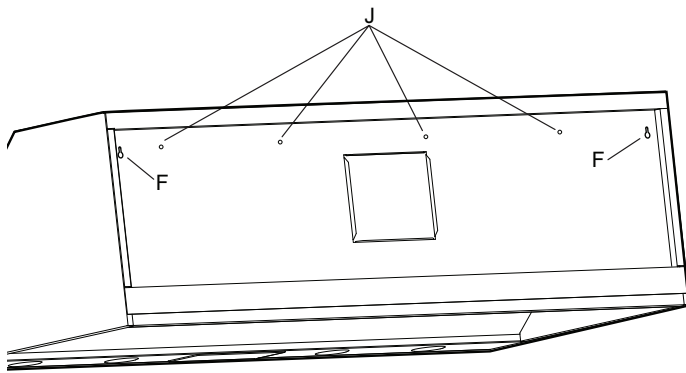

Figure 15 : Emplacements des encoches en trou de serrure
16. Avec une autre personne, soulevez la hotte et faites-la reposer sur les vis insérées dans le support en bois. Utilisez les encoches en trou de serrure identifiées par la lettre « F » sur la *Figure 15*. Assurez-vous que le support en bois rentre bien dans la partie enfoncée à l'arrière de la hotte.
18. À partir de l'intérieur de la hotte, fixez des vis de 5/8 po (16 mm) dans le support en bois, à travers les trous identifiés par la lettre « J » sur la *Figure 15*.